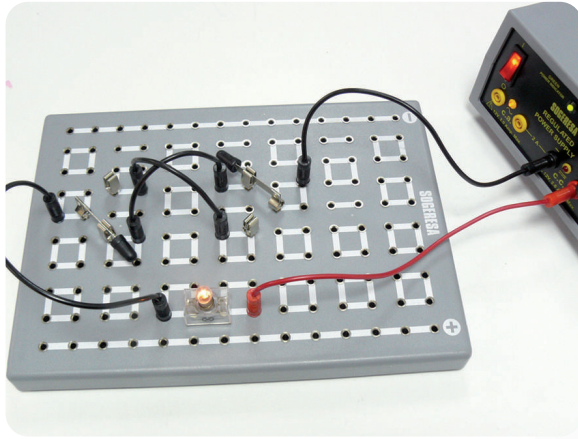

Figura 2
4. Realizar el montaje de la figura 2. Sustituyendo las 4 regletas de cortocircuito, por los dos cables de conexión, conectándolos según se muestra en la figura.